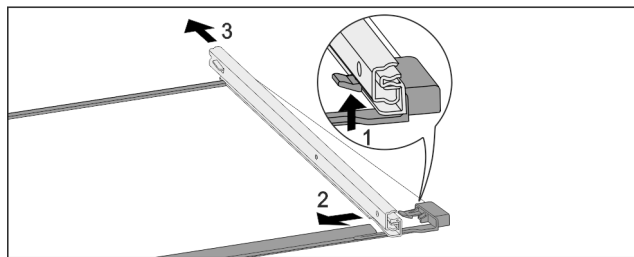

Fig. 81 Steklena plošča z vodili
- ▶ Sprednji zaskočni kaveljček potisnite navzgor. Fig. 81 (1)
- ▶ Izvlečno vodilo potisnite Fig. 81 (2) na stran Fig. 81 (3) in nazaj.